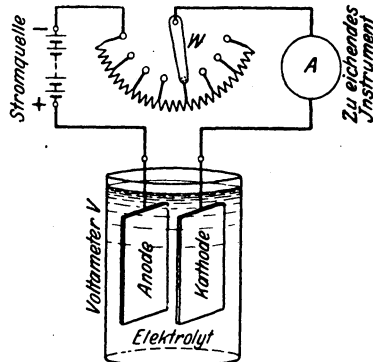

Abb. 1. Eichung von Meßinstrumenten mittels Voltmeter.
15. Um eine Tangentenbussole zu eichen, wurde in den Stromkreis mehrerer Elemente (Abb. 1) ein Regulierwiderstand W , ein Kupfervoltmeter V und die Tangentenbussole A eingeschaltet. Dieselbe zeigte im Mittel aus 20 Ablesungen 40 [55]° an, während die Zeitdauer des Stromschlusses 30 [35] Min. betrug. Die Wägung der Kathode vor und nach dem Versuch ergab eine Gewichtszunahme von 2 [1,08] g. Wie groß ist hier nach der Reduktionsfaktor der Tangentenbussole?¹